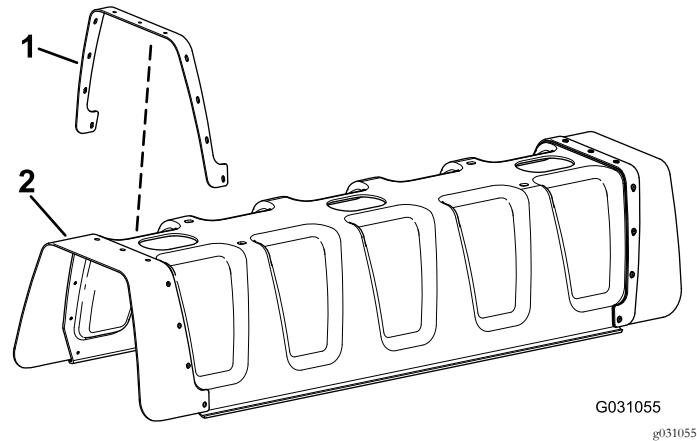

Figure 3
2. Alignez les trous de la plaque de renfort et ceux du couvercle en caoutchouc (Figure 3).